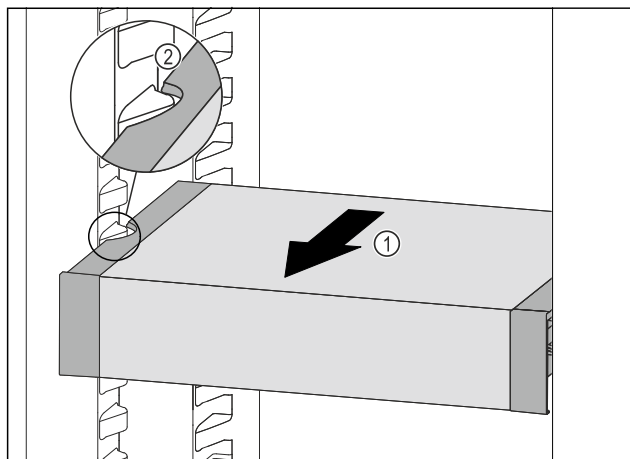

Fig. 146
- Tirare VarioSafe in avanti Fig. 146 (1) fino a quando le cavità laterali di VarioSafe non si trovano al livello della nervatura del contenitore nel vano frigorifero. Fig. 146 (2)